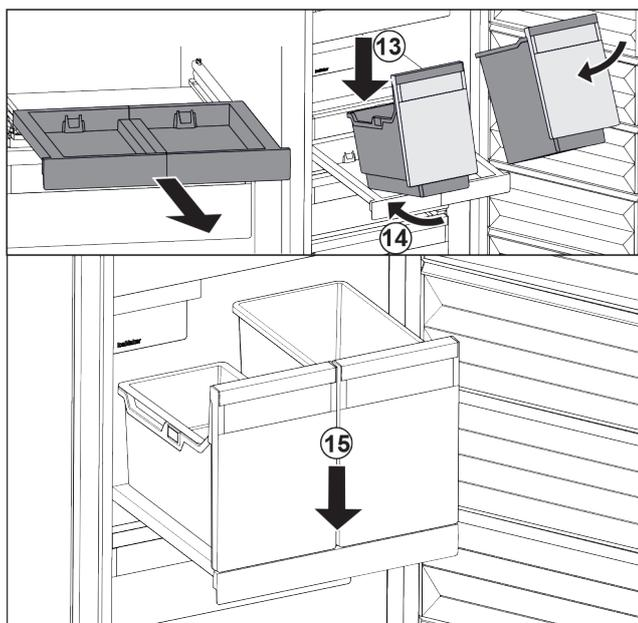

Fig. 100
- ▶ Applicare i contenitori in modo inclinato sul ripiano estraibile. Fig. 100 (13)
- ▶ Inserire il contenitore in modo inclinato verso la parte posteriore. Fig. 100 (14)
- ▶ Abbassare il contenitore nella parte anteriore. Fig. 100 (15)